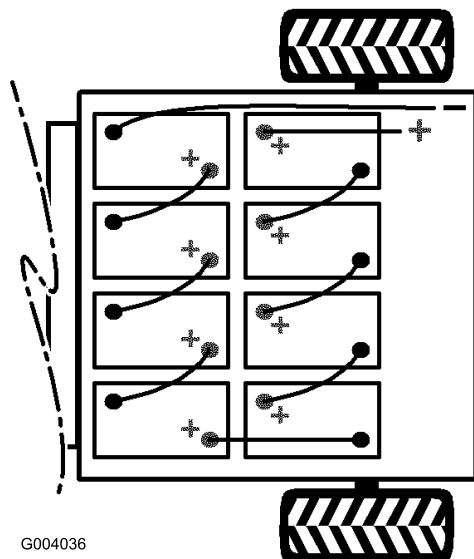

Figura 6
- 4. Instale las baterías (Figura 6).
Nota: Preste atención a la polaridad de las baterías al instalar las baterías nuevas (Figura 6).
6. Conecte las baterías entre sí con los cables que se incluyen con las piezas sueltas (Figura 6).
7. Apriete el perno y sujete el otro extremo de la fijación con otro perno (5/16" x 3/4") y una tuerca con arandela prensada (5/16") (Figura 6).
8. Conecte el cable rojo largo (positivo) entre el banco de baterías y la máquina (Figura 6).
9. Conecte el cable negro largo (negativo) entre el banco de baterías y la máquina (Figura 6).